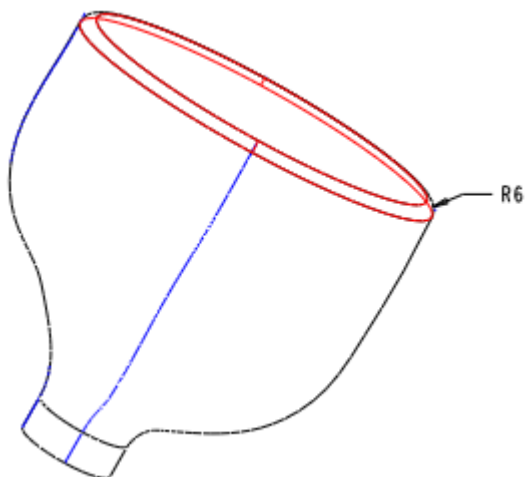

图 45-11
- (1) 单击特征工具栏中的 ，打开圆角特征操控板。
- (2) 对模型的底部边线建立 R6 的圆角，如图 45-11 所示。